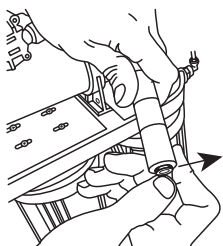
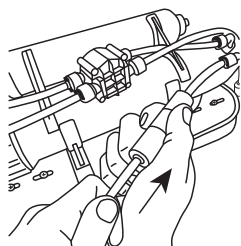
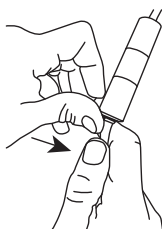
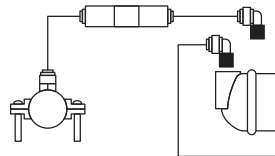

Рис. 28
Рис. 29
Рис. 30
Рис. 31
5.9.4. Извлеките стопорную клипсу из выхода ограничителя потока (Рис. 28). Вставить шланг от дренажной муфты (Рис. 29). Зафиксируйте стопорной клипсой (Рис. 30). Подключение должно соответствовать схеме подключения соответствующей модели (Рис. 31).